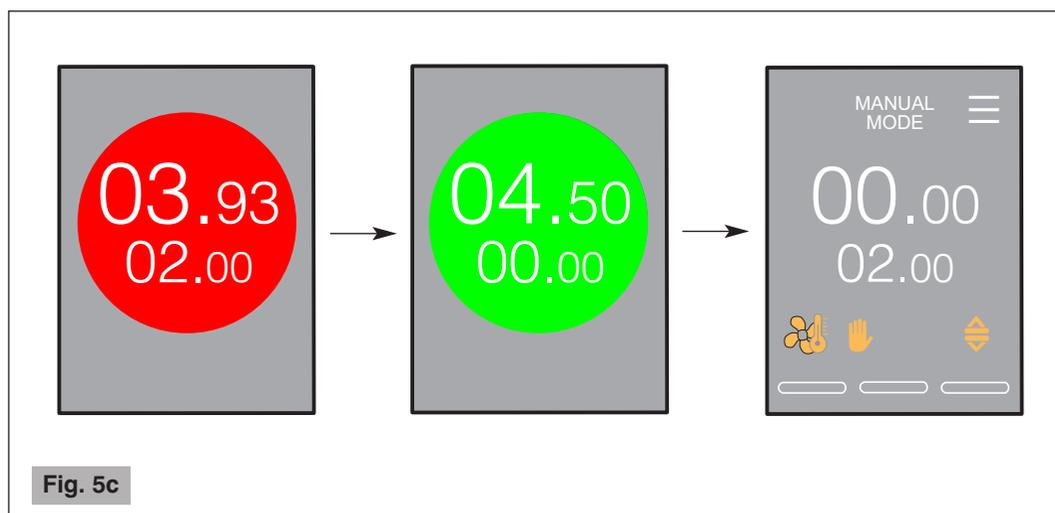

Fig. 5c
- 4** Premere con la coppa portafiltro il pulsante start (10, Fig. 1) e mantenerlo premuto per il tempo desiderato che viene visualizzato sul display all'interno di un semaforo rosso (vedere Fig. 5c). Una volta rilasciato il pulsante start, si attiva lo SweepOut per il tempo impostato. Rimuovere la coppa portafiltro soltanto dopo il semaforo verde.